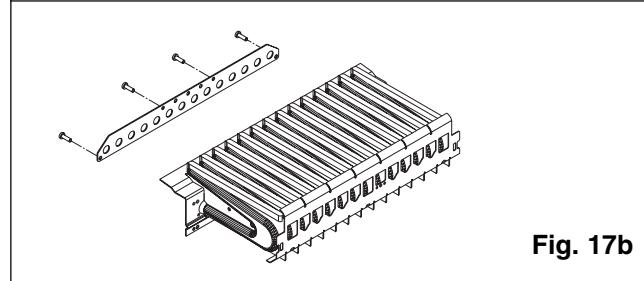

Fig. 17b
- para la transformación de GLP a gas metano quitar, si está presente, la abrazadera posterior del quemador (fig. 17b)